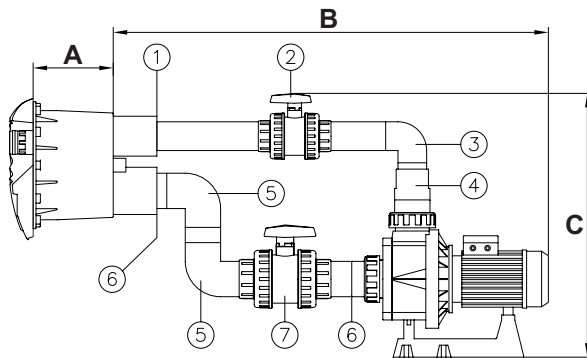

Fig. 6
- Verbinden Sie die Reduzierhülse von 75x63 mm (Nr.1, Fig.6) im Anschluß für den Antrieb des Gehäuses (siehe Fig. 6).
- Verbinden Sie ein Rohr Ø 63mm (\*) mit der Reduzierhülse (Nr.1, Fig. 6).
- Verbinden Sie das Ventil Ø 63mm (Nr.2, Fig. 6) mit dem Rohr Ø 63mm (\*).
- Verbinden Sie das Rohr Ø 63mm (\*) mit dem Ventil Ø 63mm (Nr.2, Fig. 6).
- Verbinden Sie den Rohrkrümmer Ø63mm (Nr.3, Fig. 6) mit dem Rohr Ø63 mm (\*).
- Verbinden Sie das Rohr Ø 63mm (\*) mit dem Rohrkrümmer (Nr.3, Fig.6).
- Verbinden Sie die konische Reduzierung von 90/75/63 mm (Nr.4, Fig. 6) mit dem Rohr Ø 63mm (\*) und mit der Rohrverschraubung der Pumpe Ø 90mm.
- Verbinden Sie die Reduzierhülse von 75x63 mm (Nr.6, Fig.6) im Anschluß für die Ansaugung des Gehäuses (siehe Fig. 6).
- Benutzen Sie ein Rohr von Ø 75mm (\*) und schließen Sie damit einen Rohrkrümmer Ø 75mm (Nr.5, Fig.6) an die Reduzierhülse (Nr.6, Fig.6) an.
- Mit einem Rohr von Ø 75mm (\*) vereinen wir nun den anderen Rohrkrümmer von Ø75mm (Nr.5, Fig.6) mit dem schon verleimten Rohrkrümmer (siehe Fig. 6).
- Verbinden Sie das Ventil Ø75mm (Nr.7, Fig.6) mit dem Rohrkrümmer (Nr.5, Fig.6), indem Sie für den Anschluß ein Rohr von Ø 75mm (\*) benutzen.
- Verbinden Sie ein Rohr Ø 75mm (\*) mit dem Ventil (Nr.7, Fig. 6).
- Verbinden Sie eine Reduzierhülse von 90x75 mm (Nr.6, Fig.6) mit dem Rohr Ø 75mm (\*) und mit der Rohrverschraubung der Pumpe Ø 90mm.